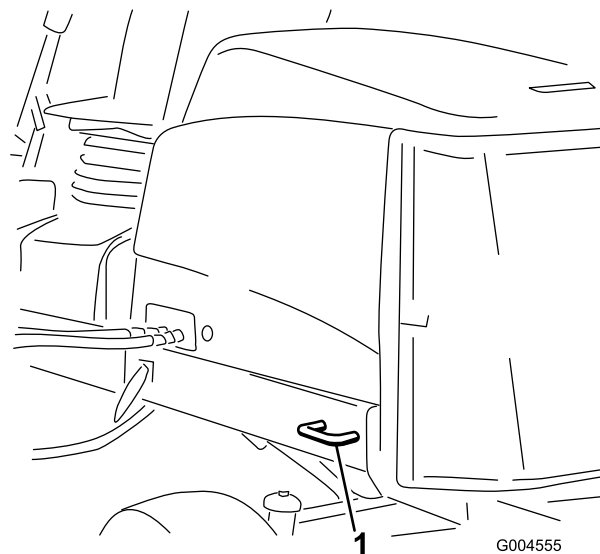

Figure 57
- **Arrière de la machine** – de chaque côté de la machine sur le cadre arrière (Figure 57)